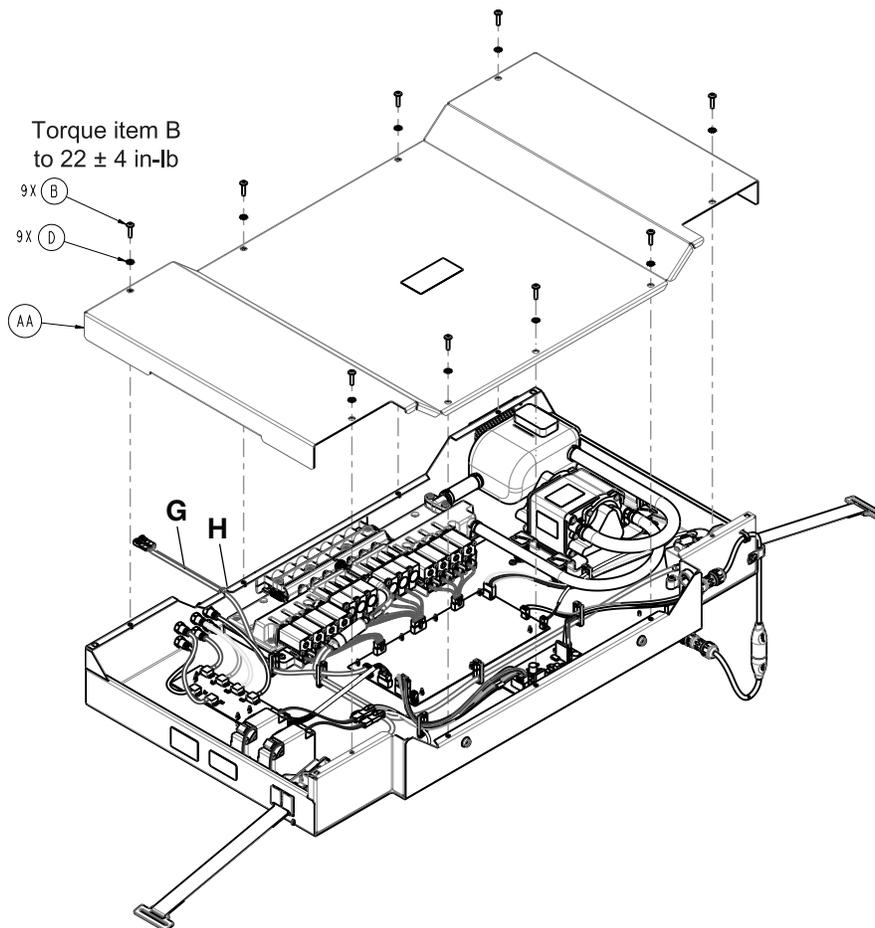

Figure 10 – Capot de la boîte côté pieds
13. À l'aide d'une clé Torx T15, retirer les neuf vis de mise à la terre (B) et les neuf rondelles en étoile (D) (Figure 10). Conserver les vis de mise à la terre et les rondelles en étoile.
- Lors du remontage, serrer les vis en appliquant le même couple et ne pas appliquer un couple excessif. À l'aide d'une clé Torx T15, serrer les neuf vis de mise à la terre (B) à 22 ± 4 po-lb.
- Lors du remontage, s'assurer que le câble du ventilateur FPA (G) et l'œillet (H) sont en place avant de réinstaller le capot de la boîte côté pieds (Figure 10).
14. Enlever le capot de la boîte côté pieds (AA). Conserver le capot de la boîte côté pieds.